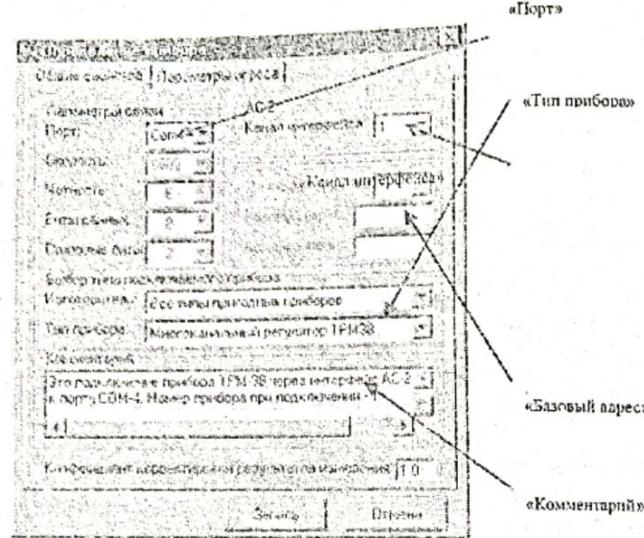

Рисунок 11 – Пример закладки «Общие свойства»
- На закладке «Общие свойства» (рисунок 11):